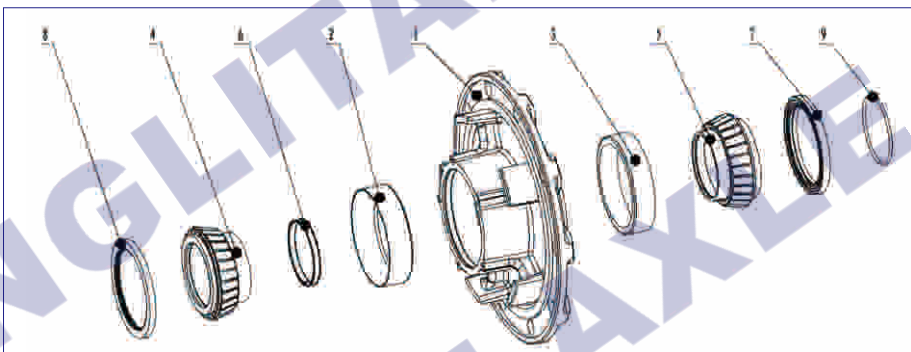

图1
② 免维护轮毂单元基本结构见图1，当轮毂轴承单元装配完成后，即成一体，无额外附件。整套轮毂轴承润滑使用FAG专利配制的专用润滑脂。
③ **⚠️ 整个轮毂轴承单元在其生命周期内仅需外部检测、切勿拆开保养和维护。因此严禁自行分解轮毂轴承单元进行拆卸/清洗/涂脂，否则我们所承诺的质保期自行终止，由此引起的质量事故本司概不负责。**